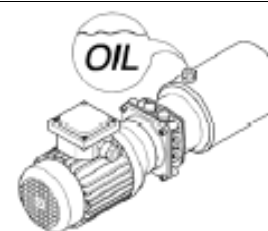

Рис. 43
**3.** Проверяйте уровень гидравлического масла каждый месяц (Рис.43).